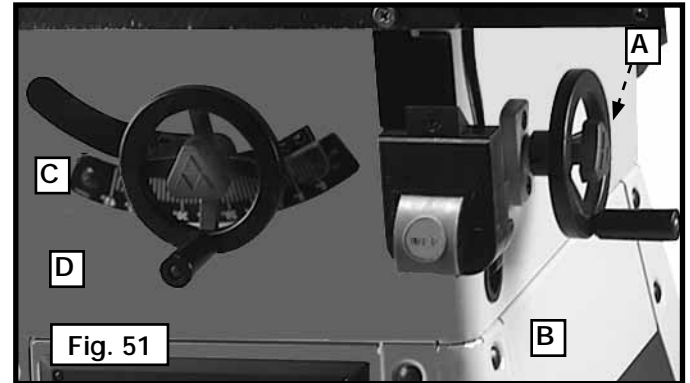
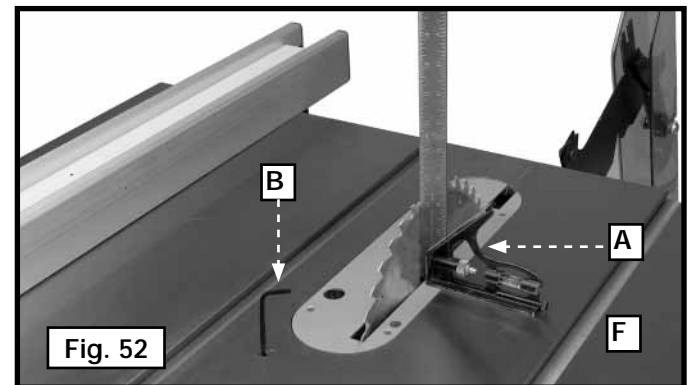

Fig. 51
Fig. 52
Pour relever la lame, desserrer le bouton de verrouillage (C) fig. 51, et tourner le volant de réglage de la lame (D) en sens horaire. Pour l'abaisser, tourner le volant (D) en sens antihoraire. Lorsque la lame atteint la hauteur désirée, serrer le bouton de verrouillage (C).
2. Mettre la lame à 90° par rapport à la table en tournant le volant d'inclinaison de la lame (B) fig. 51 en sens antihoraire aussi loin que possible.
3. Utiliser une équerre combinée (A) fig. 52 pour confirmer si la lame est perpendiculaire par rapport à la table.
4. Dans le cas contraire, tourner le volant d'un tour (B) fig. 51 en sens horaire. Desserrer la vis de calage (F) fig. 52 avec la clé hexagonale de 4 mm. Tourner le volant jusqu'à ce que la lame soit à 90° par rapport à la table. Serrer la vis de calage (F) jusqu'au fond.
7. Dans le cas contraire, tourner le volant d'un tour (B) fig. 51 en sens antihoraire. Desserrer la vis de calage (B) fig. 52. Tourner le volant jusqu'à ce que la lame soit à 45° par rapport à la table. Serrer la vis de calage (B) jusqu'au fond.